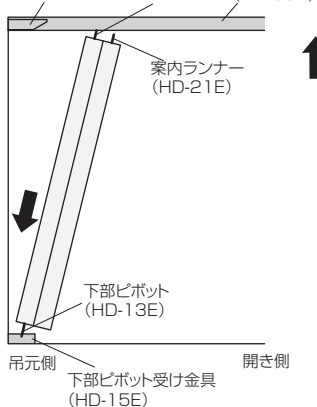
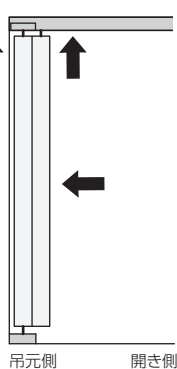
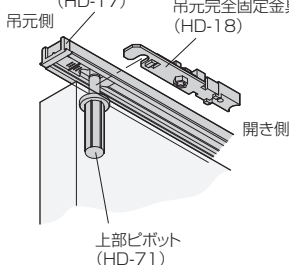

図2
図3
図4
- ② 図2のように、戸を垂直に立てながら、上部ピボット (HD-71) を上部レール内のピボット受け金具 (HD-17) に入れます。
- ③ 上部案内ピボット (HD-21E) を上部レールに入れます。
- ④ 上部吊元完全固定金具 (HD-18) を、上部ピボット (HD-71) の軸に引っかけてから上部レールに仮固定します (図3)。
- ⑤ 吊元位置を定位置まで移動させ、下部のピボット受け金具 (HD-15E) と上部の吊元完全固定金具 (HD-18) をスパナ (HDS-60) でしっかりと固定してください。
- ⑥ 吊元完全固定金具 (HD-18) を、添付のドリルタッピンねじでレールに本固定します (図4)。